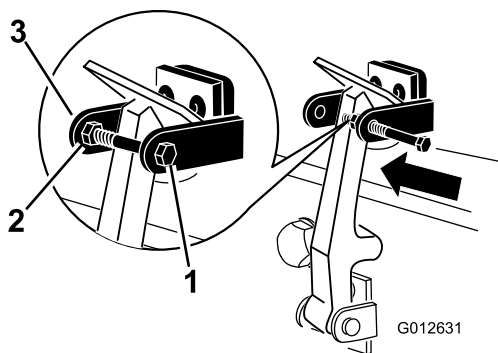

Figura 7
8. Instale el perno en el otro brazo del seguro de cierre del capó para bloquear la posición del cierre (Figura 7). Apriete el perno, pero no apriete la tuerca.